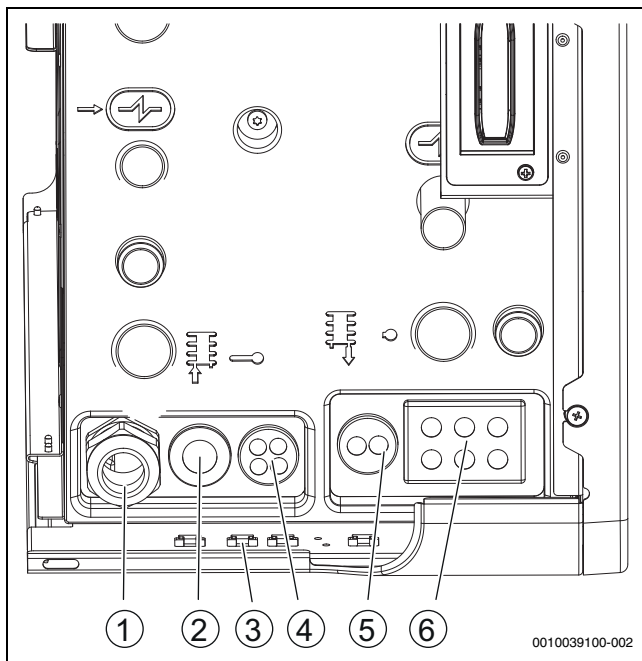

Bild 29 Kabeleinführungen der Inneneinheit
- Nach dem Einführen des Kabels die Kabelverschraubung festziehen (→ Abbildung 29 [1]).